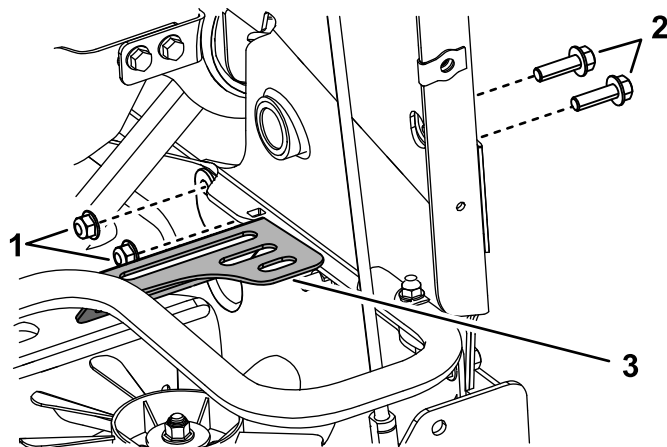

Figure 34
15. Retirez les 2 boulons et les 2 écrous sur le côté droit de la machine, et utilisez-les pour monter la protection du ventilateur (Figure 34). Serrez les boulons à un couple de 37 à 45 N·m (27 à 33 pi-lb).